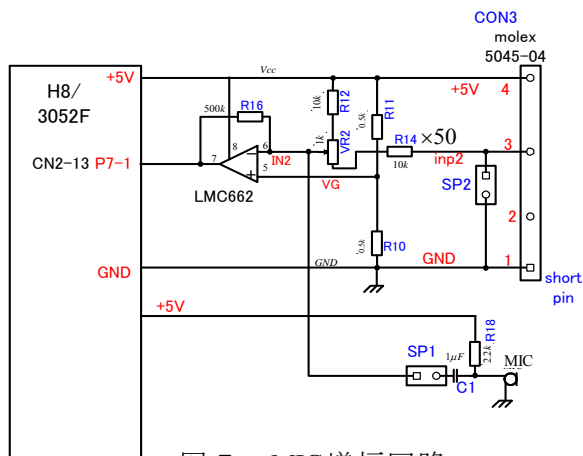

図 7 MIC 増幅回路
- 4) ショートピンを SP1 へも接続します(図 7 参照)。これにより MIC 信号が接続されるので、音声マイコンに取り込まれ、各 LED がパラパラ変化することを確認します。